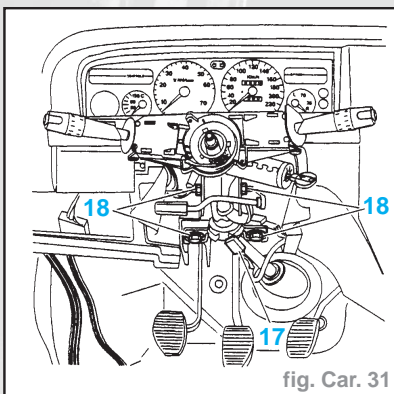

fig. Car. 31
- les trois vis (11) ou les trois boutons poussoirs selon l'équipement
- le cache (12)
- Débrancher les trois connecteurs (17) de la colonne de direction et le connecteur autoradio (fig. Car. 31).
- Rebrancher les trois connecteurs (17) de la colonne de direction et le connecteur autoradio (fig. Car. 31).
- les quatre écrous (18)